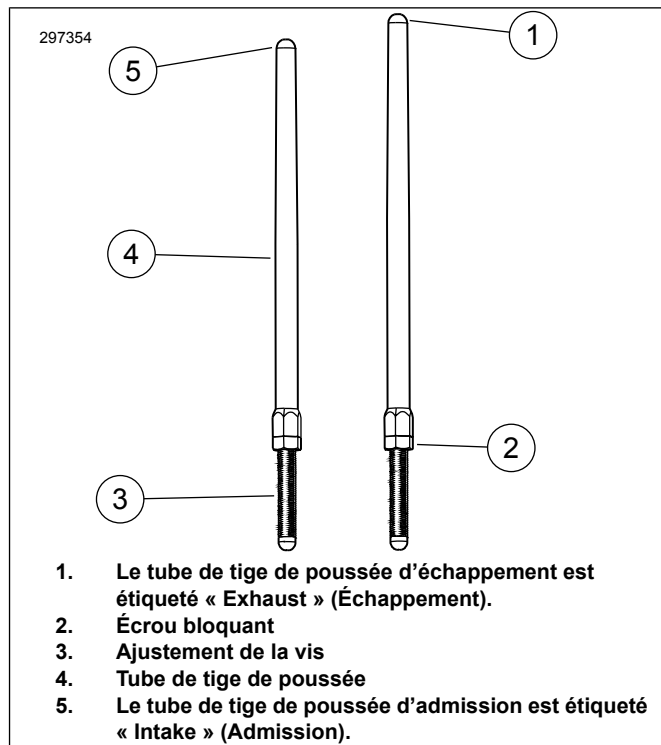

Figure 1. Tige de poussée réglable
6. Figure 1 Desserrez l'écrou de blocage sur toutes les tiges de poussée et ajustez-les à leur longueur la plus courte.